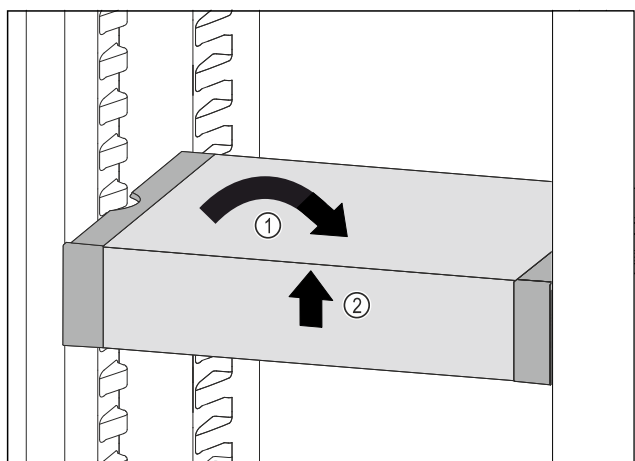

Fig. 94
- VarioSafe postavte rovno. Fig. 94 (1)
- VarioSafe nadvihnite vpredu. Fig. 94 (2)